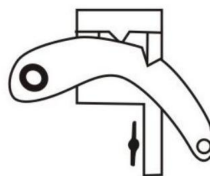

Fig.2.
Genom att vidta alla nödvändiga försiktighetsåtgärder, ta lasten med domkraften (dvs lyft upp lasten något), och se till att handtaget är i HELT UPPSTÄLLT läge, snubbla omvändningsspärren (20) så att den är i läget "Ner", dvs. fördjupningen på spärren frigörs från skåran på backbrytaren (se fig.2). Håll ett stadigt grepp om handtaget och pumpa det som du skulle göra för att "höja en last".